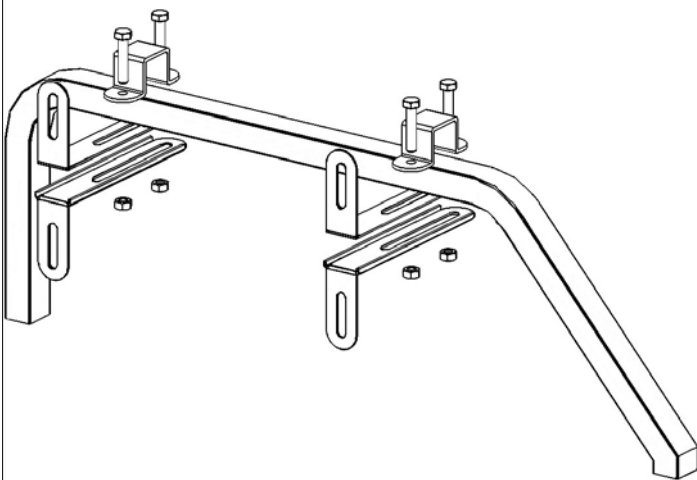

Рисунок 3
3. Привести механизм трансформации основания 1 в полусогнутое положение и установить на перекладину механизма кронштейн Пикколо (А) с помощью болтов М8х40 (Б) и гаек шестигранных М8 (В). Кронштейн должен свободно перемещаться по перекладине для последующей регулировки положения подлокотников (Рисунок 3);